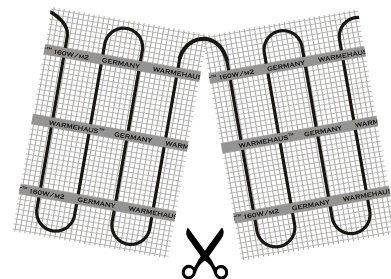

Рис. 1
■ Нагревательный мат обычно укладывается так, чтобы сетка была сверху, а кабель снизу. Тем не менее, в случае практической необходимости, перевернув мат, Вы ничем не рискуете. Если длина нагревательного мата превышает необходимую, сетка мата должна быть разрезана, перевернута и уложена в свободной зоне. Это действие осуществляется путём разрезания сетки (НЕ КАБЕЛЯ!), переворачиванием мата и укладкой его параллельно или перпендикулярно первой линии (рис. 1,2), сохраняя «шаг укладки», расстояние между витками нагревательного кабеля.